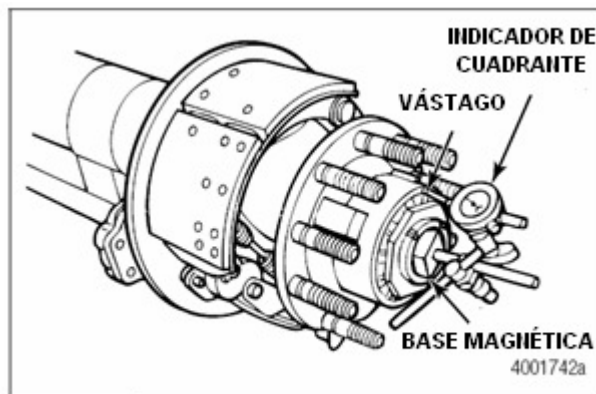

Figura 13.19
1. Fije la base magnética de un indicador de cuadrante al extremo de la mangueta de eje y toque el vástago del indicador de cuadrante contra el cubo. Figura 13.19.